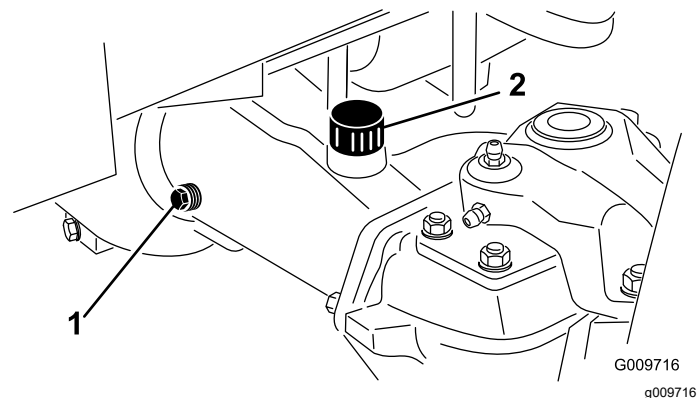

Figura 145
4. Scoateți cele două bușoane de verificare și bușoanele de umplere pentru carcasele osiilor, pentru a facilita scurgerea uleiului (Figura 145).